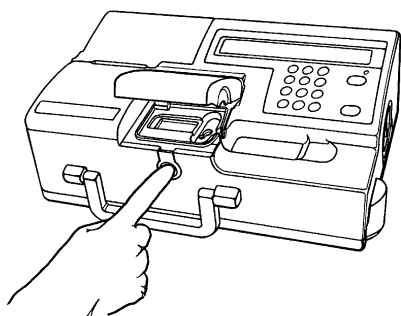

Fig. 4-4 Apertura de la cubierta
10. Abra la cubierta de la cámara de medición, oprimiendo el botón de liberación. (Fig.4-4).